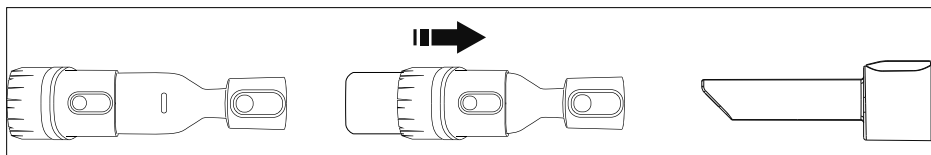

Fig. 7
Bocchetta per fughe (6) (vedere la fig. 7)	<ul style="list-style-type: none"> <li>• Aspirazione di angoli, punti non raggiungibili dalla bocchetta per pavimenti, telai delle finestre, pieghe dei tessuti, ecc.</li> </ul>
Bocchetta 2 in 1 (7) (vedere la fig. 7)	<ul style="list-style-type: none"> <li>• Spazzola: aspirazione di oggetti delicati come libri, cornici o imbottiture, tende, reti</li> <li>• Solo bocchetta: letti, divani, imbottiture</li> </ul>